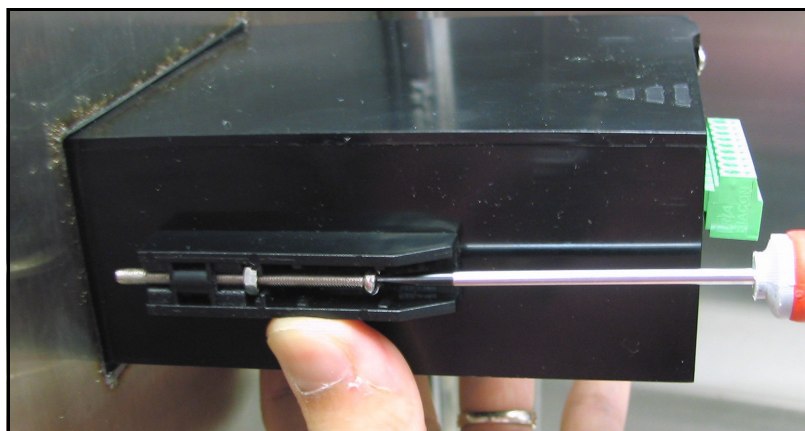

Figure 14: Fixation de l'hygromètre à canal simple au panneau
6. À l'aide d'un tournevis, enfoncez les vis du support pour qu'elles dépassent de l'arrière du panneau et fixez l'hygromètre dans la découpe du panneau (voir la Figure 14).